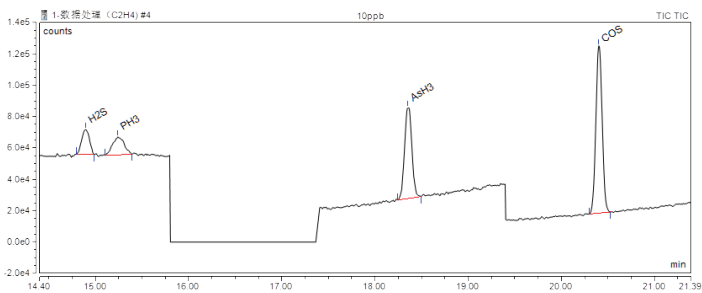

图2. 乙烯中硫化氢、磷化氢、砷化氢和羰基硫的TIC色谱图
3.1.1采用上述仪器分析方法，将硫化氢、磷化氢、砷化氢和羰基硫四种组分从乙烯主组分中完全分离检测，可以在23分钟内获得良好的色谱峰，图2为乙烯为底标气中硫化氢、磷化氢、砷化氢和羰基硫的TIC色谱图。